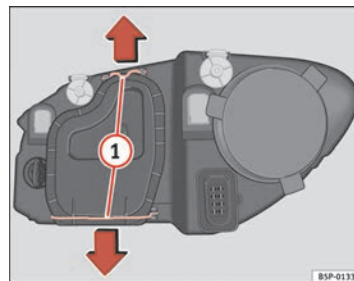

Fig. 181 Luz de cruce
- Desplace los tirantes ⇒ página 270, fig. 181 ① en el sentido de la flecha y saque la tapa.